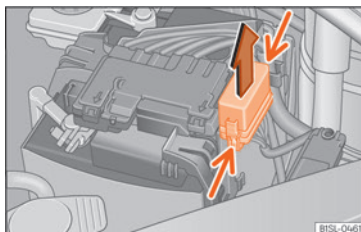

Fig. 46 I motorrummet: afdækning på sikringsboks
- Tryk på låseknapperne for at frigøre afdækningen til sikringsboksen » **Fig. 46**.